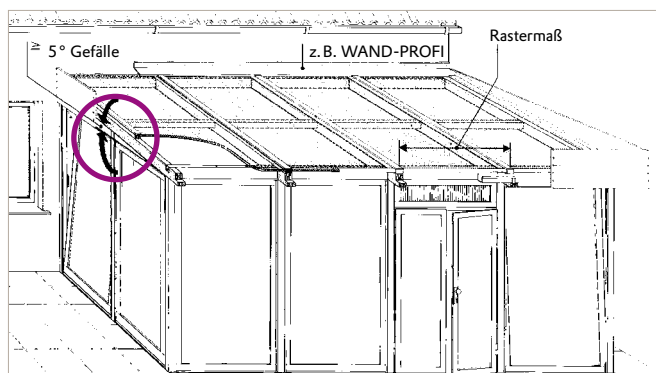

Abb. 3a: Unterkonstruktion bei planer Verlegung
3.2 Bei der Tragkonstruktion ist zu berücksichtigen, dass die Platten so verlegt werden müssen, dass die **Stegrichtung gleich der Gefällerrichtung bzw. gleich der Wasserlaufrichtung** ist (Abb. 3a).
3.3 Bei planen Überdachungen gewährleistet nur die ausreichende Dachneigung von mindestens 5° (entspricht 90 mm Gefälle auf 1 m Plattenlänge), dass das Regenwasser abfließt und die Verbindungen dicht sind (Abb. 3a). An der porenlosen Oberfläche von PLEXIGLAS® kann Schmutz kaum haften, so dass ab diesem Mindestgefälle im allgemeinen eine Reinigung durch das Regenwasser erfolgt (siehe 9.7).